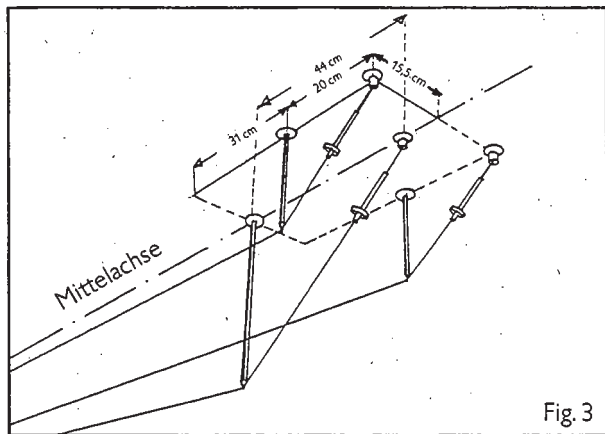

Fig. 3
Se montate il **BaKa Rivi** a soffitto, i cavi devono essere tesi sulle astine ad angolo col soffitto. Nella fig. 3. potete vedere l'esatta posizione delle 6 astine e dei fissaggi a soffitto.
**Il foro fatto per la sospensione del trasformatore si deve trovare nella metà esatta tra i due cavi (fig. 3).**
Die Bohrung für den Transformator muß unbedingt exakt in der Mitte zwischen den beiden oberen Seilen liegen (siehe Abb. 3). Auf dieser Mittelachse kann die Position des Transformators frei gewählt werden.